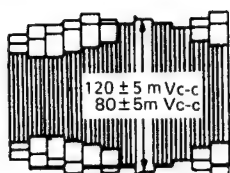

Figure 2-8.
6. Régler R208 de sorte que l'amplitude de l'extrémité de synchronisation soit de 120 ± 5 mVc-c (VC-48FPM) 80 ± 5 mVc-c (VC-58FPM, VC-68FPM) comme indiqué sur la Figure 2-8.